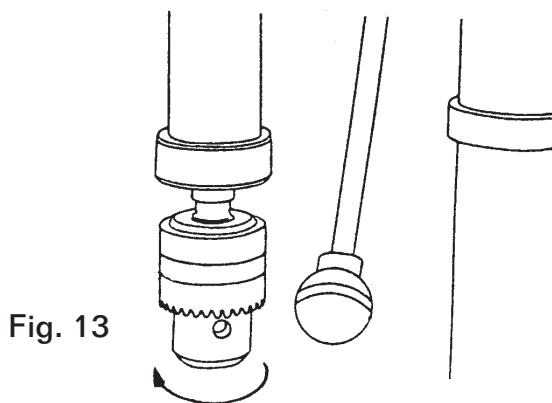

Fig. 13
2. Gire la mordaza del broquero en dirección a las manecillas del reloj (mirando desde arriba) y hasta que el broquero quede completamente abierto. (Fig. 13)